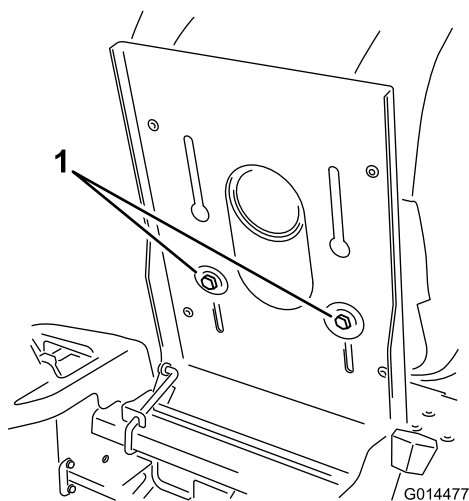

Figure 23
1. Soulevez le siège et desserrez les boulons de réglage jusqu'à ce que vous puissiez déplacer le siège (Figure 23).